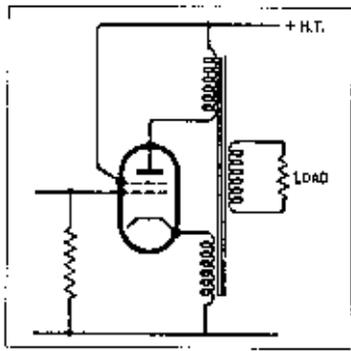

Рис. 1. Верхнее плечо выходного каскада QUAD. Частичное включение катоды в первичную обмотку (Уильямсон и Уолкер).
1) В 1945 г. глава фирмы Acoustical Manufacturing (с продукцией под маркой Quad) Peter J. Walker (в русской транскрипции – Питер Уолкер) нашел метод значительного подавления искажений пентода путем включения небольшого числа витков в цепь катода выходной лампы (Рис. 1). Это позволило распределить нагрузку, приведенную в первичную обмотку, между анодом и катодом лампы, в соответствии с числом витков в каждой части. Как только нагрузка подключена ко вторичке, так эти обмотки включаются в параллель. Это уменьшает внутреннее сопротивление каскада, тем самым, расширяя диапазон (32, 33). Более широкая полоса затем транслируется в меньшие фазовые сдвиги, что в свою очередь обеспечивает более эффективное действие ОС на высоких частотах (вследствие того, что сигнал обратной связи остается даже на высоких частотах близким к идеальному фазовому углу – 180°).